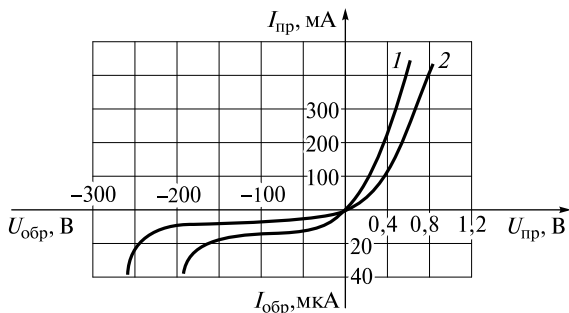

Рис. 1.2. Вольт-амперные характеристики (1, 2) выпрямительных диодов
т. е. его выпрямление. Вольт-амперные характеристики выпрямительных полупроводниковых диодов приведены на рис. 1.2.
1.3. Какая из двух вольт-амперных характеристик полупроводниковых диодов, приведенных на рис. 1.2, соответствует более высокой температуре?
1.5. По вольт-амперной характеристике (кривая 1 на рис. 1.2) определите сопротивление диода переменному току (дифференциальное), если диапазон прямых рабочих токов диода лежит в пределах: а) от 0 до 100 мА; б) от 200 до 300 мА.